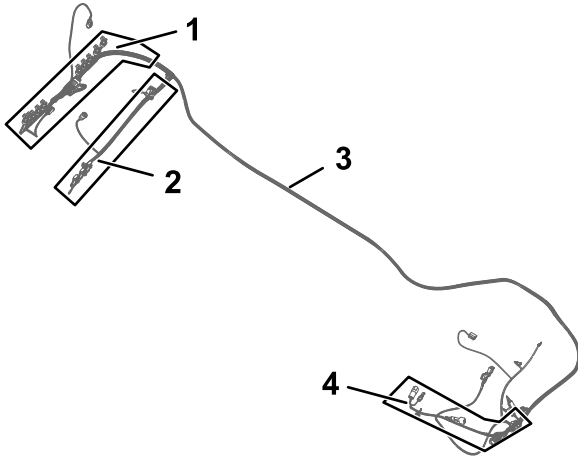
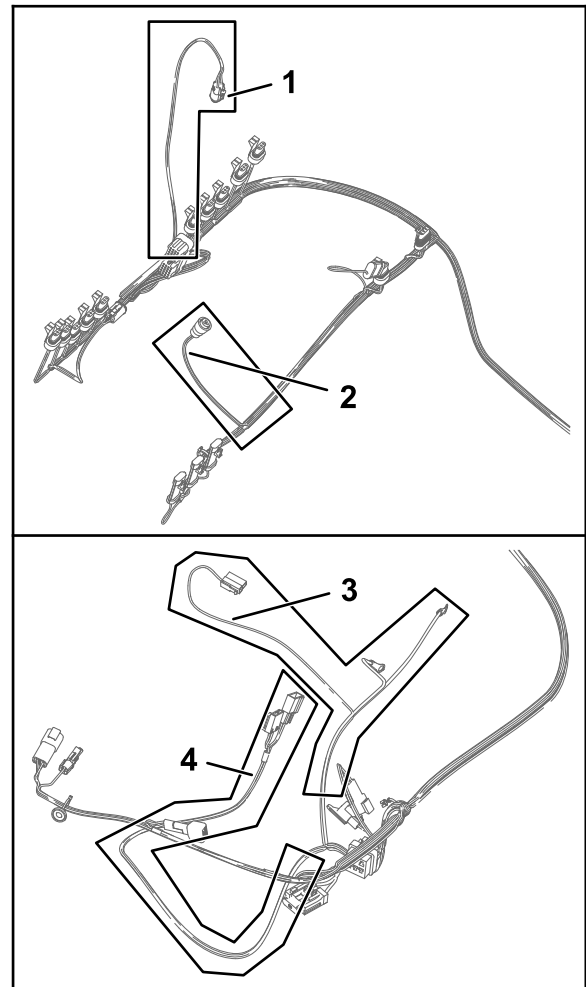

图74
图75
1. 找到套件线束的 84cm 线束支管、60cm 线束支管以及 66cm 线束支管(图74 和 图75)。